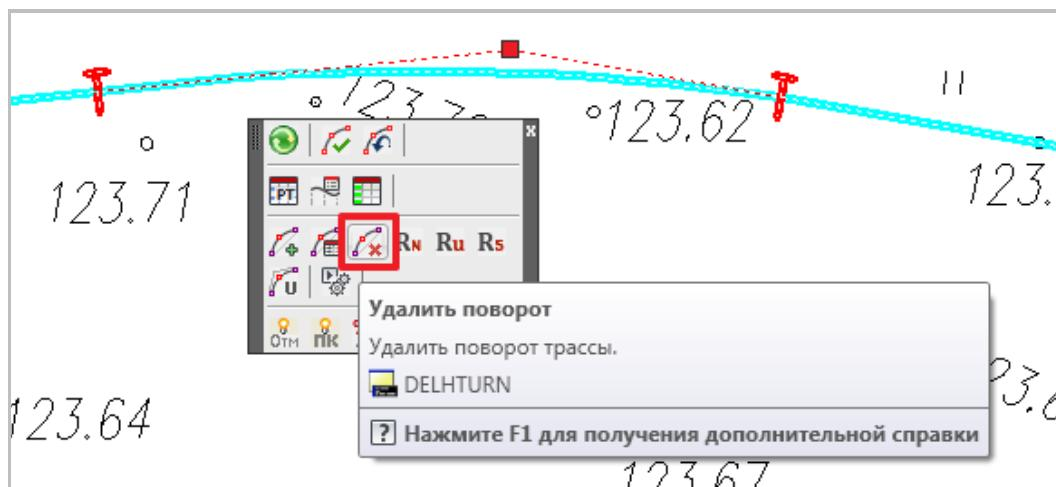

Рис. 33 Команда удаления поворота трассы доступна на панели инструментов, в меню Трасса и в Навигаторе объектов
- вызвать команду Удалить поворот (меню Трасса/Повороты или на панели инструментов) (см. рис. 33).